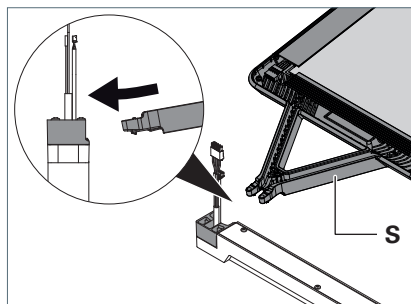

Fig. 12: Monter la tête du luminaire.
1. Faites basculer légèrement le bras **S** de la tête du luminaire vers le bas jusqu'à la butée dans l'adaptateur, voir Fig. 12.